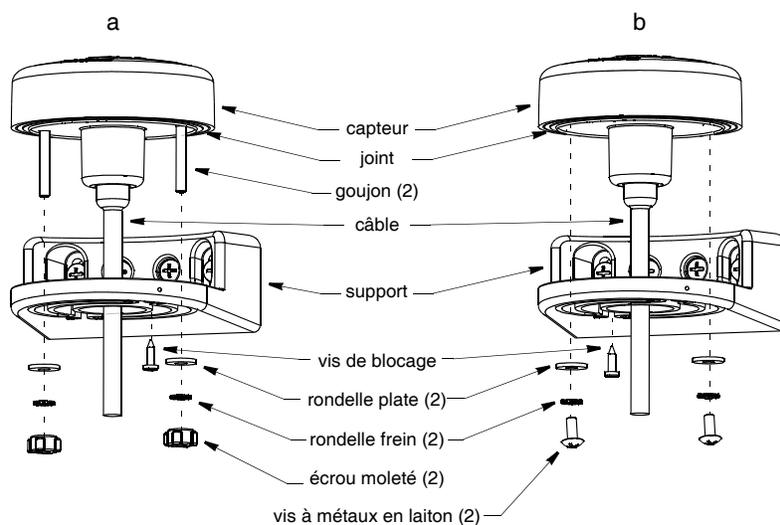

Figure 3. Fixation du capteur sur son support
1. Passez le câble dans le support de fixation (voir Figure 3).